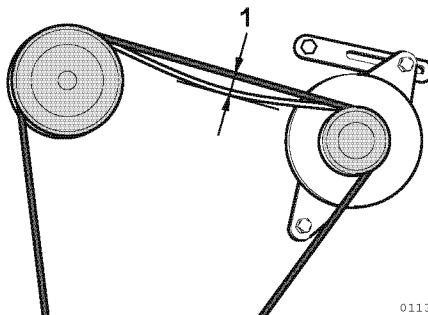

Figure 13
2. Vérifiez la tension de la courroie trapézoïdale en appuyant au milieu de la courroie (Figure 13, (1)) avec votre doigt.